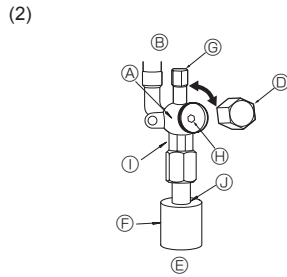

Fig. 4-7
- Vloeistofzijde van de RP100-250 en gas-/vloeistofzijde van de RP35-71 (Fig. 4-7)